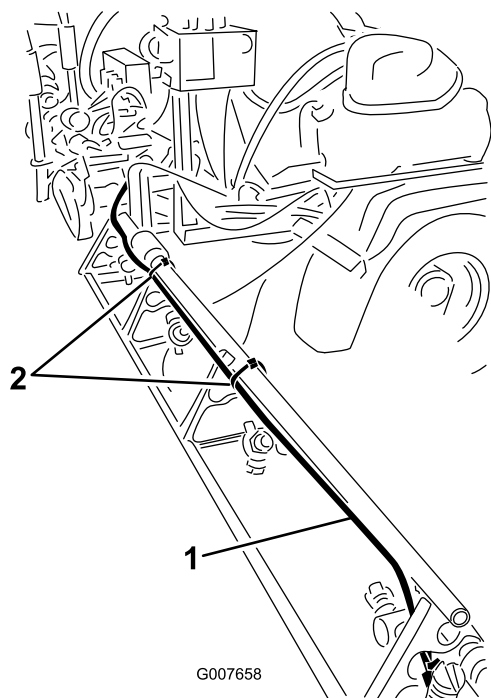

Figura 14
4. Encaminhe o conjunto dos tubos pelo lado traseiro do poste de suporte superior da secção da rampa exterior, como se mostra na Figura 14.
6. Prenda o conjunto dos tubos à secção da rampa exterior com braçadeiras de cabos como se mostra na Figura 14.